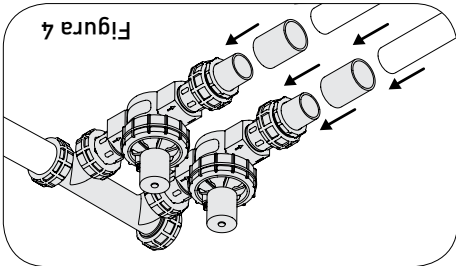

Figura 4
- Si el tubo de PVC es de 1", conecte al adaptador de transición mediante un acoplador (H) (Figura 4).